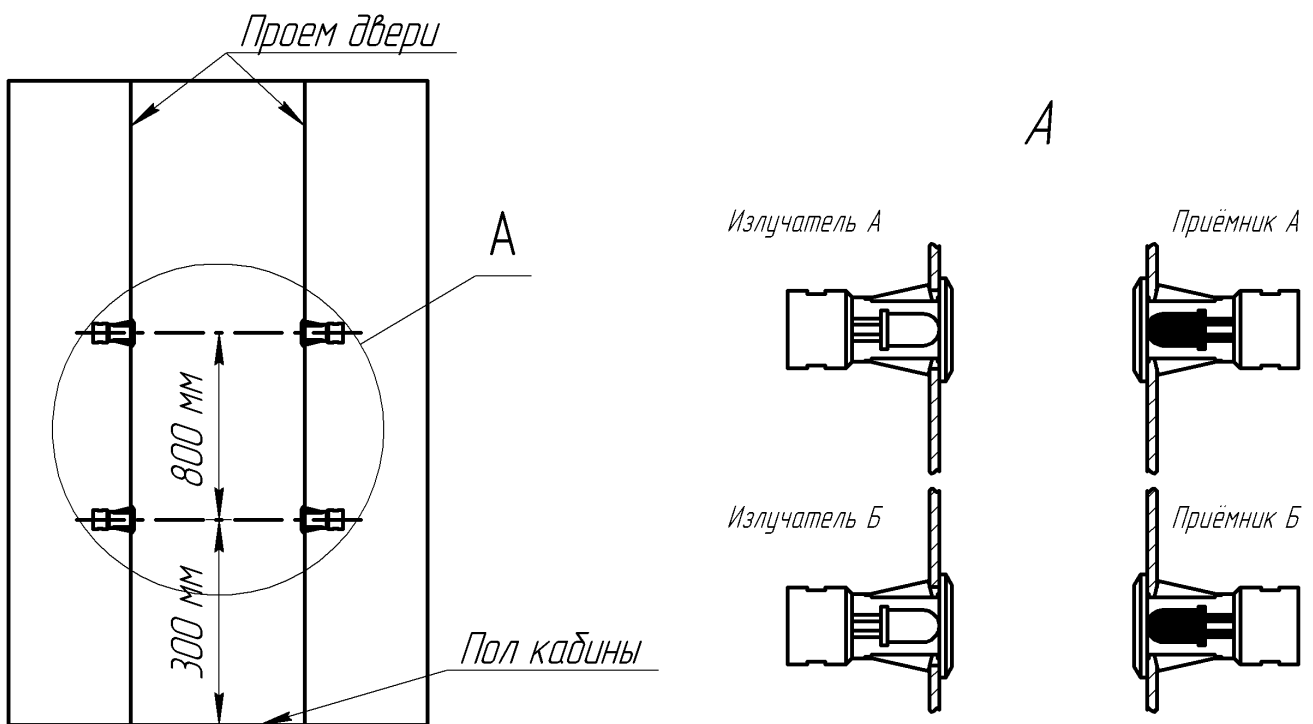

Рис.3. Установка ИК приемника и ИК излучателя в дверном проеме кабины лифта
5.1.2 Установка приемников и излучателей в дверном проеме кабины лифта, рис.3
Сделать четыре отверстия $\varnothing 12,2$ мм как показано на рис.3 (расстояния между отверстиями рекомендуемые). Вставить приемники и излучатели в отверстия на торцах дверного проема (**соблюдая рекомендации п.4.4!!!**) до упора (защелки должны издать характерный щелчок). Не прилагать больших усилий во избежание поломки защелок и корпуса приемника или излучателя.